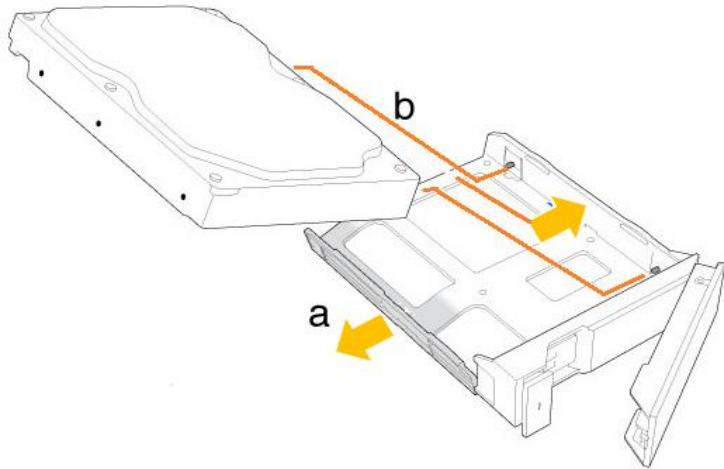

Рисунок 152 - Закрепите жесткий диск в лотке двумя штырьками
4.1) Чтобы установить жесткий диск в пустой лоток, осторожно отодвинуть левый край и закрепить жесткий диск двумя расположеными справа штырьками (см. Рисунок 152).